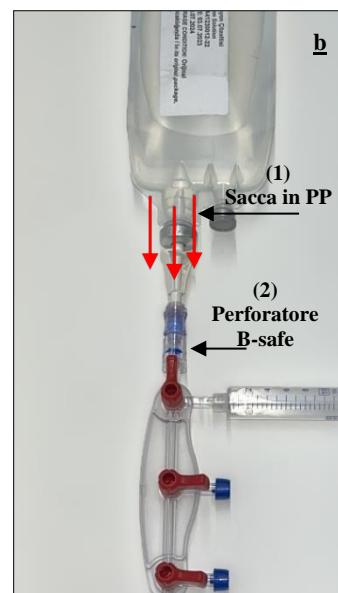

Fig 34 Rimozione del perforatore B-safe (2) dalla sacca vuota di acido (1).
- b) Staccare il perforatore B-safe (2) dalla sacca vuota di acido cloridrico. (Vedere la Fig. 34.)